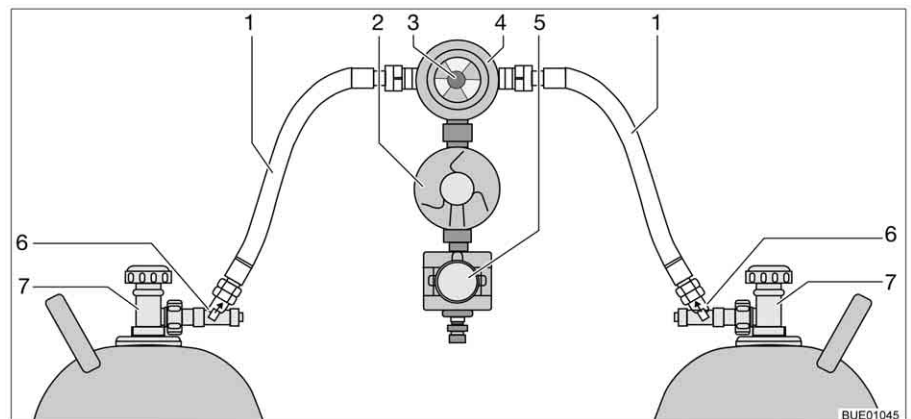

Bild 121 Crash-Protection-Unit-omkopplingsenhet
Crash-Protection-Unit består av två genomflödesbegränsare med manuell frigöring (Bild 121,6), en omkopplingsventil (Bild 121,4) med tryckregulator (Bild 121,2), en elventil (Bild 121,5) och kontrollenheten med trefärgad lysdiod. Omkopplingsventilen är monterad mellan de båda gasslangarna (Bild 121,1).
Med vredet (Bild 121,3) på omkopplingsventilen ställer du in vilken gasflaska som ska användas som driftflaska och vilken som ska användas som reservflaska.
Med kontrollenheten (Bild 122) kan endast de elektriska funktionerna styras. Gasflaskornas huvudavstängningsventiler (Bild 121,7) och frigöringarna (Bild 121,6) måste öppnas för hand.
- Öppna huvudavstängningsventilerna på gasflaskorna (Bild 121,7).
- Tryck in frigöringarna (Bild 121,6) i tio sekunder efter varandra.
- Med vredet (Bild 121,3) på omkopplingsventilen (Bild 121,4) väljs gasflaskan, som ska prioriteras (driftflaska). Vrid alltid vredet till stoppläget.
- Stäng huvudavstängningsventilerna på gasflaskorna (Bild 121,7).